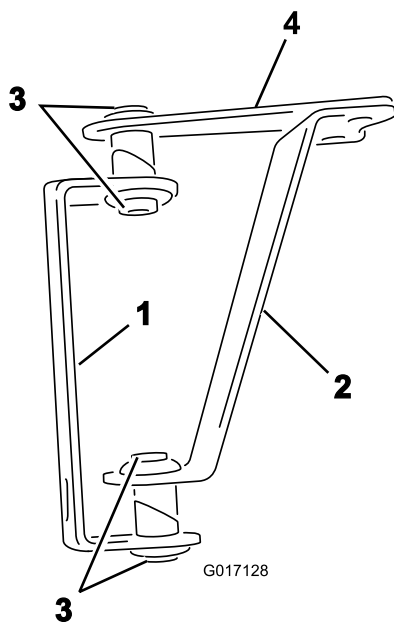
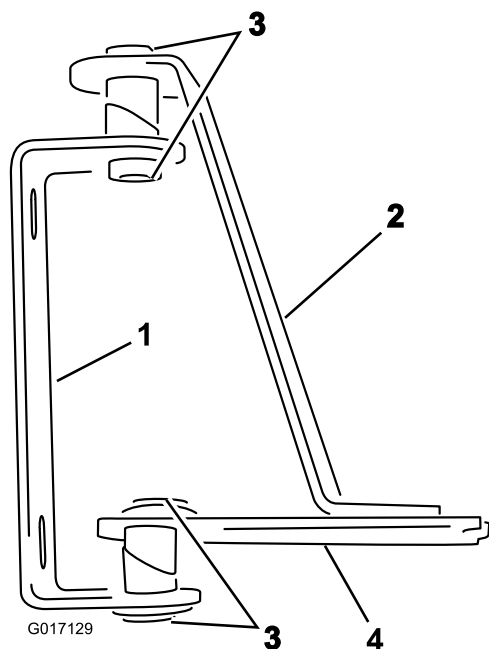

Figure 2
Figure 3
1. Disposez les charnières et les brides comme illustré à la Figure 2 (pour une rampe découverte) ou Figure 3 (pour une rampe couverte).
- Insérez les bagues dans les ouvertures des tubes soudés dans les charnières et les brides, comme illustré à la Figure 2 ou Figure 3.